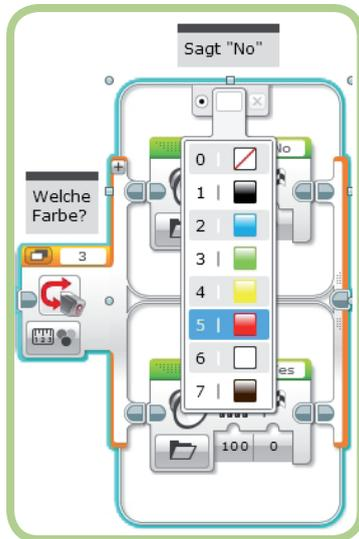

Abbildung 6-12: Die Farbe Rot für den oberen Fall auswählen
1. Klicke auf das schwarze Feld am oberen Rand des Schalterblocks und wähle die Farbe **Rot** aus (siehe Abbildung 6-12).